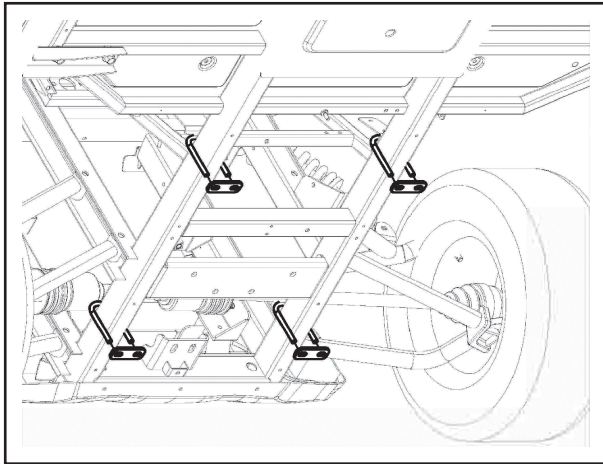

Fig. 1
Étape 5 : Installez le support de montage horizontal (1) sur le châssis du véhicule. Assurez-vous que le véhicule est froid avant de commencer. Une fois le véhicule soulevé, les roues calées et les freins serrés, regardez sous le véhicule et déterminez si le châssis est en tubes ronds ou en tubes carrés. Utilisez les boulons en U pour tubes ronds (3) si le châssis est en tubes ronds, et les boulons en U pour tubes carrés (4) si le châssis est en tubes carrés.
1. Placez le boulon en U sur le châssis, les filetages étant orientés vers le bas. Positionnez les boulons en U de manière à ce qu'ils soient séparés le plus possible. Placez une plaque de serrage pour boulon en U (5) sur chaque boulon en U, placez un morceau de ruban adhésif pour peintre sur le filetage afin de maintenir le collier de serrage en place (fig. 1).
2. Installez un boulon de carrosserie (6) dans la fente centrale de chaque support de montage vertical (2) et utilisez un morceau de ruban adhésif au dos du boulon pour le maintenir en place.